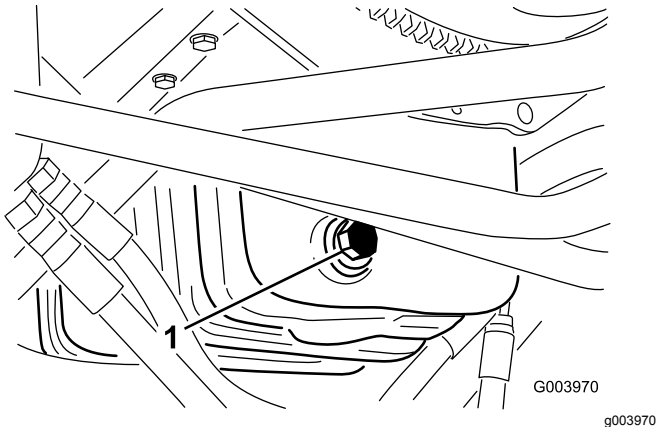

Figura 48
1. Retire el tapón de vaciado (Figura 48) y deje fluir el aceite a un recipiente apropiado.